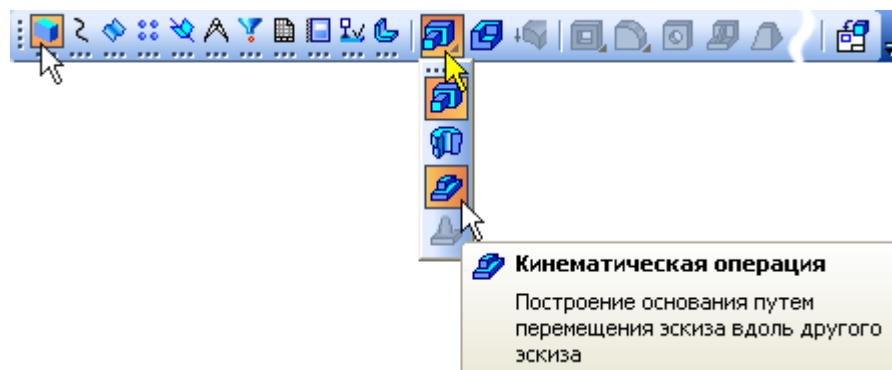

Рисунок 24.
- Нажмите кнопку Кинематическая операция на панели Редактирование детали  (рис. 24).